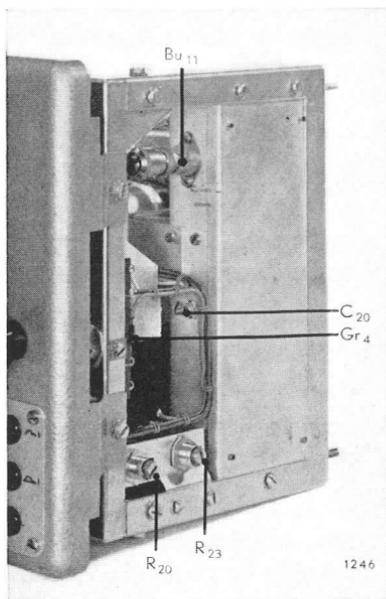

Bild 20. Rechte Seite des Instrumentes
- a. „ Δ H.F.“ auf den Skalenstrich „9“ und R_{20} (Bild 20) auf Maximalwiderstand (nach links) drehen.